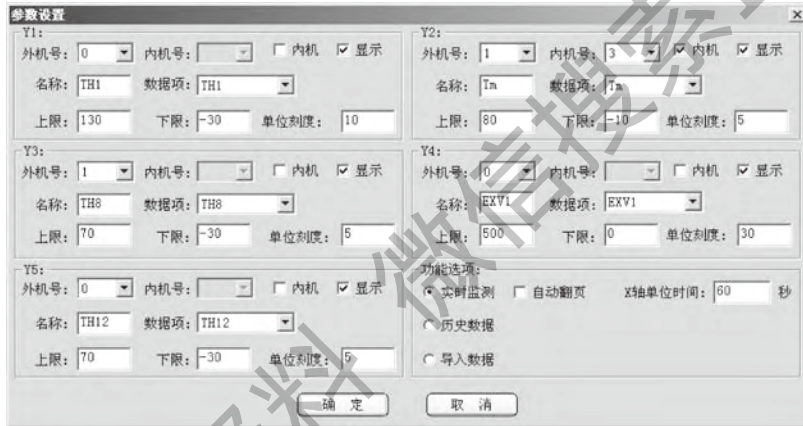

图44
- ⑤末页: 点击此按钮, 即可转到显示最后一页的曲线。
- ⑥参数设置: 点击此按钮进入如下界面 (如图44)